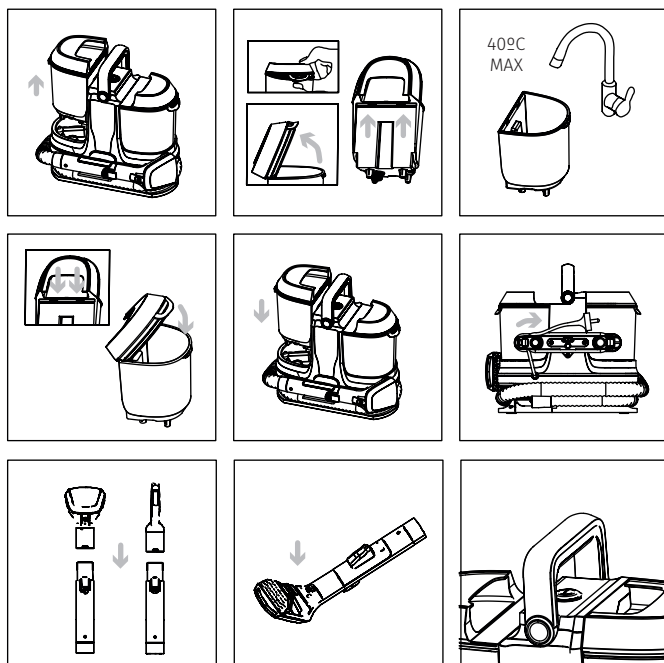

FIG.2
- Inclíne la boquilla hacia delante para que entre en contacto con la superficie. Tire hacia atrás para recuperar el agua y la solución.(FIG 2)